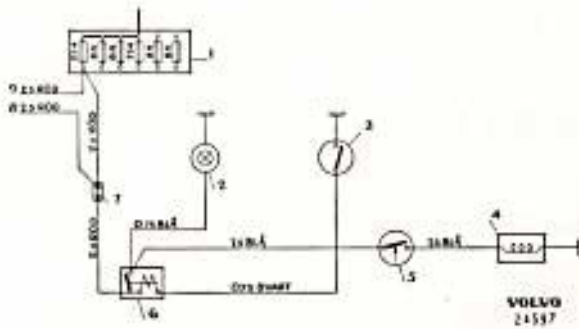

Bild 3-34. Elektriskt kopplingschema
Vid inkoppling av överväxeln slår man till en kontakt placerad på instrumentbrädan. Ström passerar denna kontakt och går via kontakten på växellådan till en solenoid (4) på överväxeln, se bild 3-34.